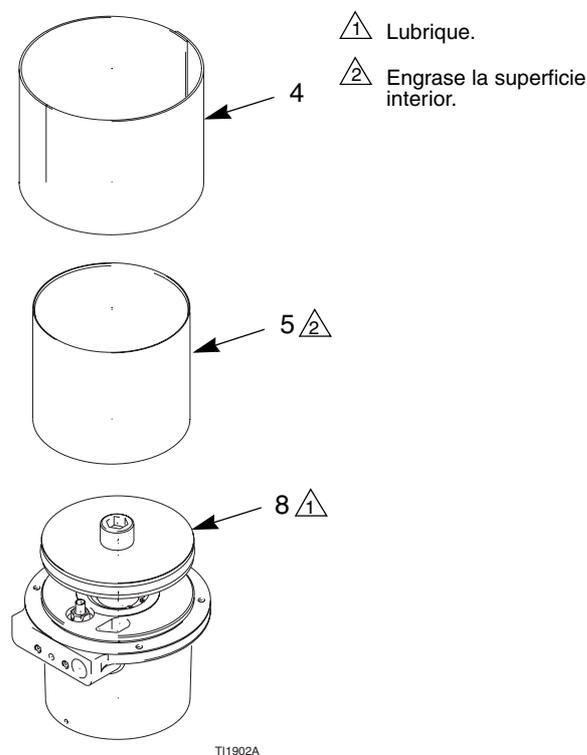
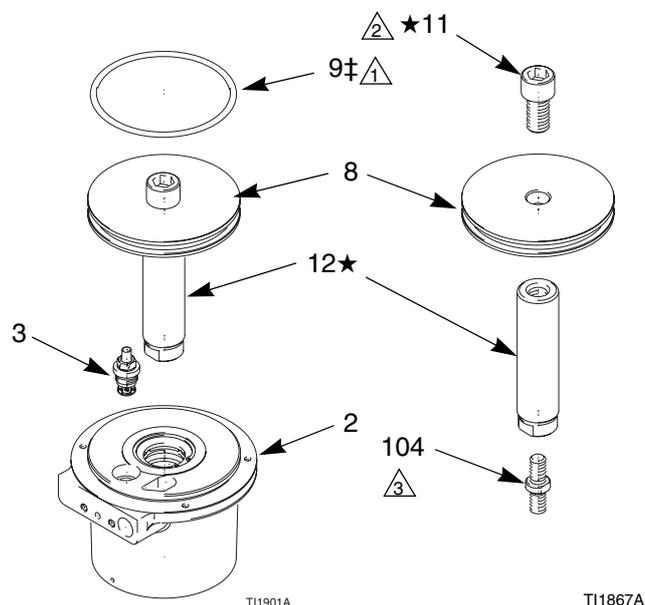

FIG. 9. Cubierta lateral y cilindro
FIG. 10. Pistón del motor neumático
4. Retire la tapa lateral (4) y el cilindro (5). Inspeccione la superficie interna del cilindro en busca de arañazos u otros daños. Vea FIG. 9.
5. Saque el pistón (8) y el eje (12) de la base del motor neumático (2). Para evitar daños en el eje, no incline el pistón. Retire la junta tórica (9) y la válvula piloto (3). Vea FIG. 10.
6. Inspeccione el eje del pistón (12) en busca de signos de desgaste o daños. Si el eje está dañado, desarme el conjunto del pistón. Conserve el eje de conexión (104) y el pistón (8) para volver a utilizarlos. Deseche el eje del pistón (12) y el tornillo de cabeza (11). Estas piezas deben reemplazarse juntas.
2. Si se había desmontado el pistón, vuelva a montar el tornillo de cabeza (11), el pistón (8), el eje (12) y el eje de conexión (104). Vea FIG. 10. Asegúrese de que la superficie plana del pistón está dirigida hacia arriba. Apriete el tornillo de cabeza a un par de 150–163 N.m.; aplique el sellador Loctite® del kit en las roscas. Apriete el eje de conexión a un par de 61–68 N.m.
3. Instale la válvula piloto (3) en la base (2). Coloque la junta tórica (9) en el pistón (8). Engrase el eje del pistón (12) y la junta tórica (9), e introduzca cuidadosamente la parte inferior del pistón en la base.
4. Engrase abundantemente la mitad inferior de la superficie interna del cilindro (5). Instale el cilindro y la tapa lateral (4). Vea FIG. 9.